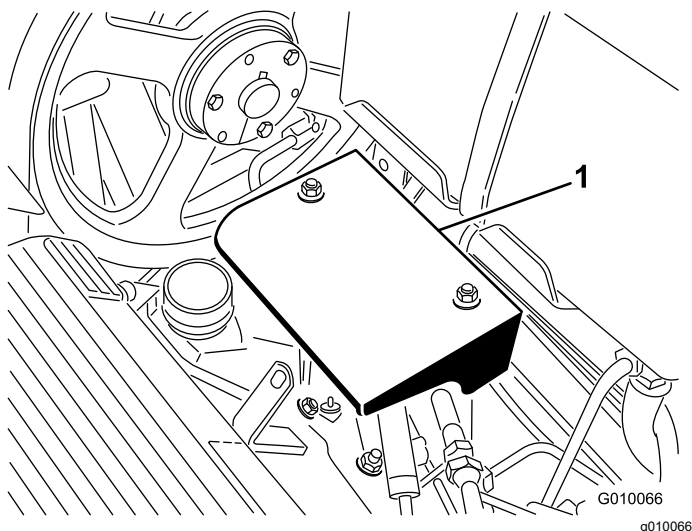

図 57
3. ポンプシールド取り付けナット 2 個を外してシールド外す 図 57。